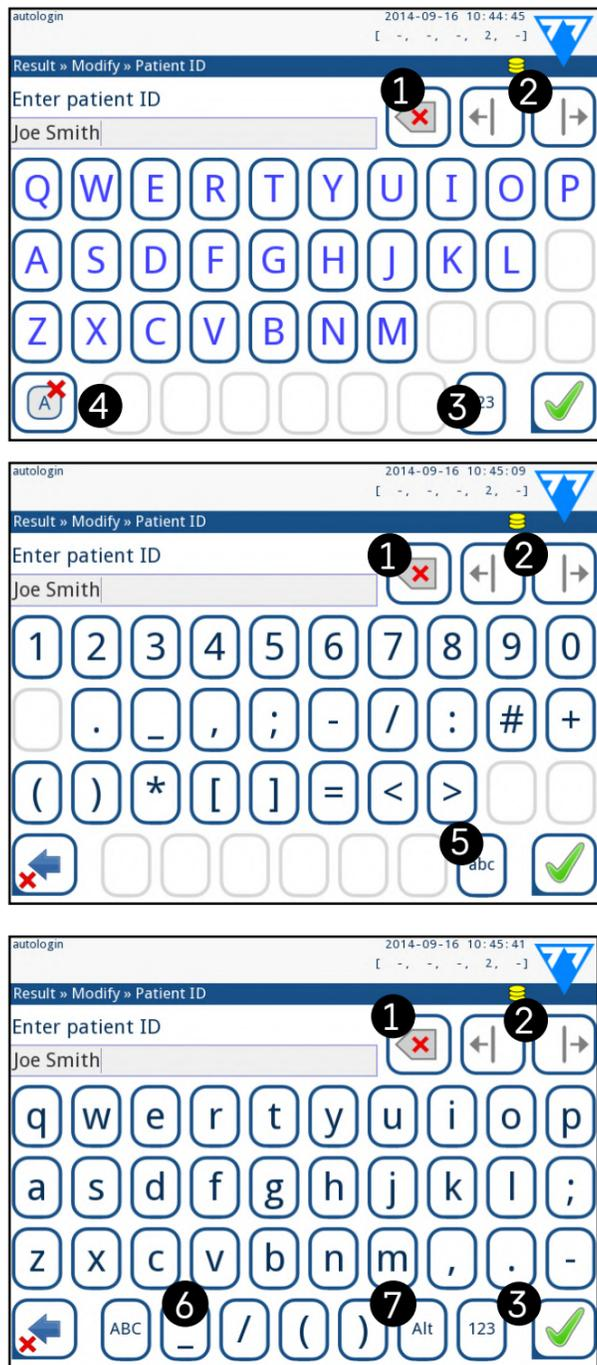

Figura 16:
La tastiera virtuale ha un layout alfabetico. È possibile inserire una lettera, un numero e un simboli alla volta. I caratteri digitati vengono visualizzati nella casella di immissione sopra i tasti dei caratteri (Figura 16). Toccare backspace (1) per eliminare l'ultimo carattere inserito. Utilizzare le frecce del cursore (2) per posizionare il cursore, indicato da una linea verticale grigia, su un carattere specifico della stringa digitata. Utilizzare i tasti di commutazione della modalità di immissione (3, 4, 5 e 6) per commutare il set di caratteri visualizzato in un set di caratteri numerici, minuscoli e maiuscoli rispettivamente. È disponibile anche un'ampia serie di simboli di punteggiatura (7).